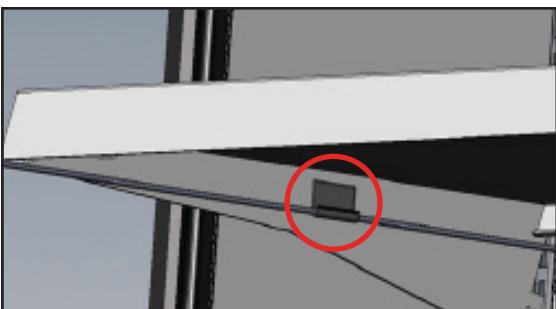

Fig. 4. Assicurare il cavo di alimentazione.
4. Assicurare il cavo di alimentazione al fermo con graffetta a forma di J sulla staffa della mensola. Si veda la fig. 4.